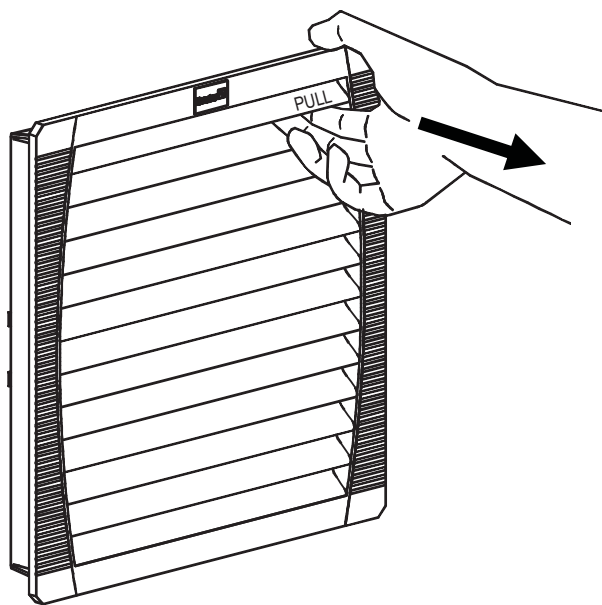
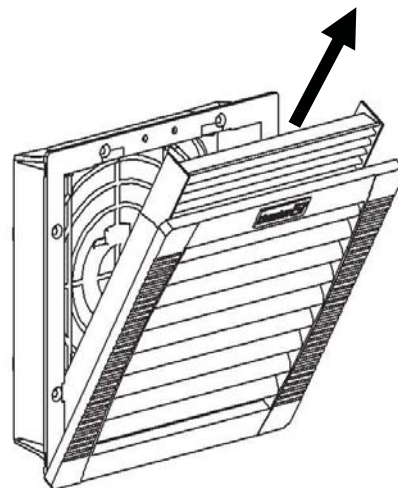

fig. 10.1
fig. 10.2
Retirez le couvercle du filtre du ventilateur situé sur le côté de l'enceinte (A) comme illustré à la figure 10.1. Retirez et remplacez la garniture de filtre comme illustré à la figure 10.2.